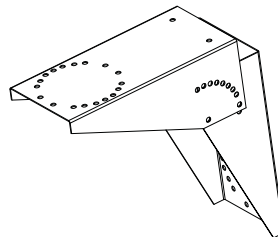
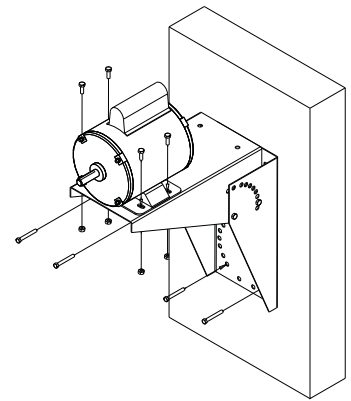

Figure 4 — Assemblage du support
Figure 5 — Pose du support (tête de ventilateur non représentée)
2. Introduire la partie la plus large de la bride d'un support à l'intérieur de la partie large de la bride de l'autre support, pour former un « V » comme sur la Figure 4.
3. Pivoter l'une des pièces par rapport à l'autre jusqu'à l'angle souhaité. À l'angle souhaité, poser (4) boulons, (2) de chaque côté, à travers les trous alignés.
5. Fixer le support au mur comme sur la Figure 5. Utiliser la visserie appropriée (non fournie).